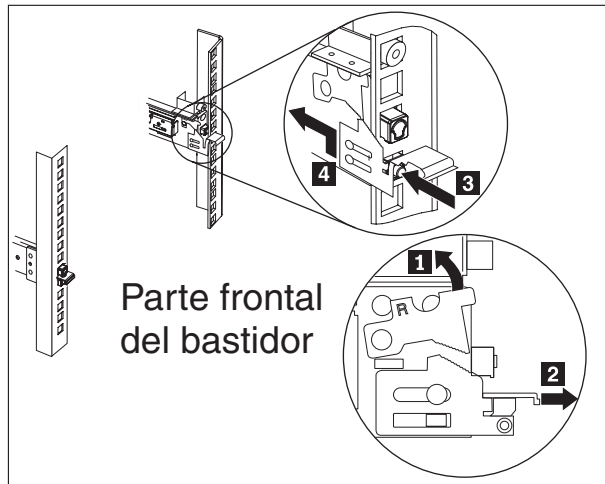

Figura 23. Extracción del extremo de los rieles de deslizamiento
4. Extraiga el extremo posterior de los rieles de deslizamiento, tal como se muestra en la Figura 23 en la página 58.